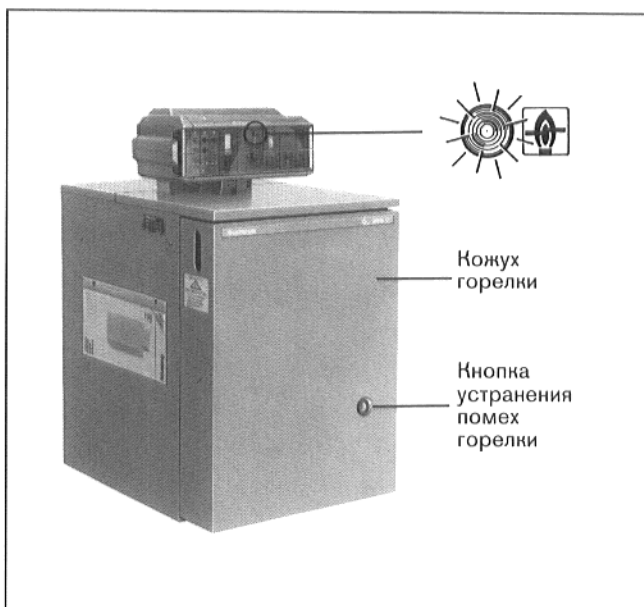

Рис. 3: Кнопка устранения помех горелки отопительного котла G_205 U
- Если светится контрольная лампочка у регулятора (рис. 3), то необходимо нажать кнопку для устранения помех горелки.